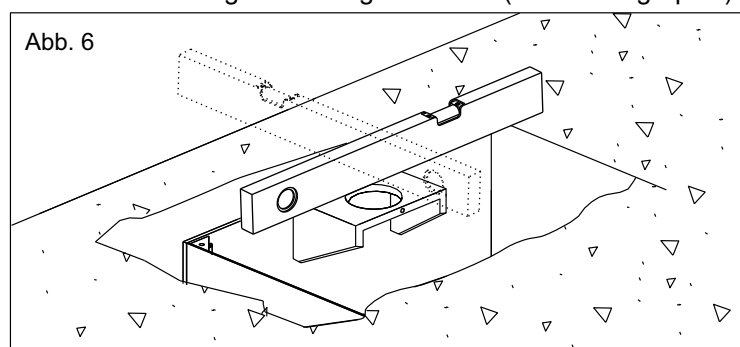
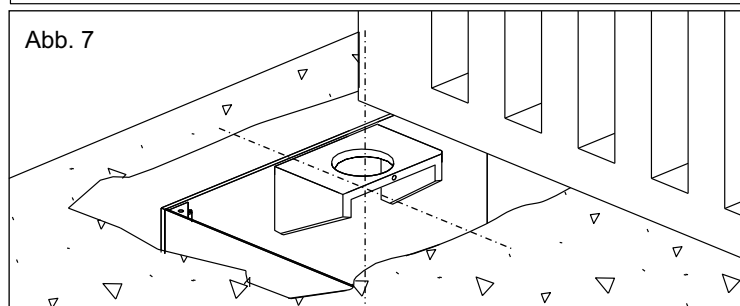

Abb. 6
Abb. 7
2.3. Vor dem Einzementieren des Gehäuses, mit einer Wasserwaage sicherstellen, dass es genau horizontal zum Boden (Abb. 6) und senkrecht zur Achse des Tores steht (Abb. 7). Sicherstellen, dass das obere Torscharnier mit der Achse der Gehäusewelle zusammentrifft.